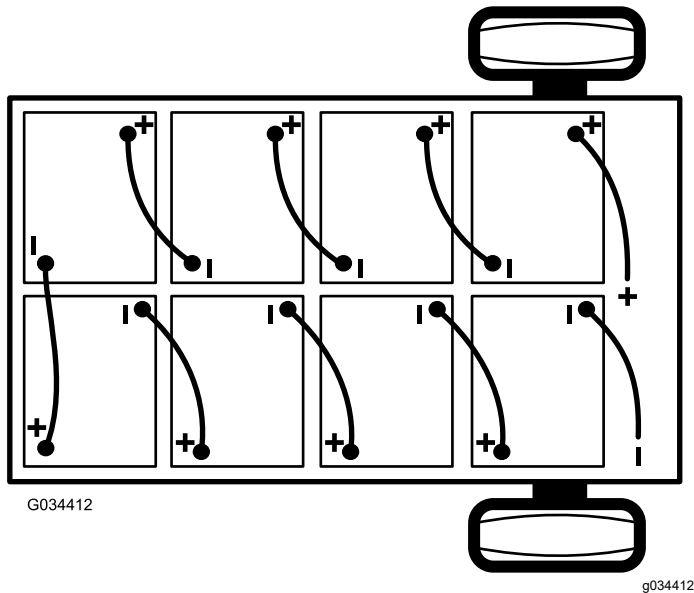

Figure 41
2. Débranchez le câble négatif principal (noir) de la batterie qui relie la rangée de batteries au point de masse de la machine (Figure 41).
- Débranchez le câble positif principal (rouge) qui relie la rangée de batteries au contacteur principal de la machine (Figure 41).
Remarque: Observez la polarité lors de la mise en place des batteries neuves (Figure 41).
- Reliez les batteries entre elles, comme montré à la Figure 41, avec les câbles d'interconnexion que vous avez retirés à l'opération 1.
- Branchez le câble positif principal (rouge) entre la rangée de batteries et la machine (Figure 41).
- Branchez le câble négatif principal (noir) entre la rangée de batteries et la machine (Figure 41).